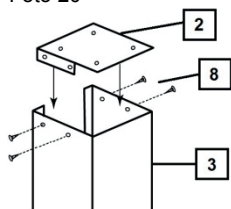

Abb. 28.
- Bauen Sie die oberen Profile HOR 1 (gerader Schnitt) an der Oberseite der Zentralsäulen ein, Fotos 20 und 21, und richten die Extreme auf der oberen Platte ein, Abb. 28. Schrauben einrichten und ohne anzudrücken verschrauben. Die 550x366 Pools sind nicht mit einem HOR1-Profil ausgestattet, daher müssen Sie mit dem HOR2-Profil beginnen (Abschnitt b).